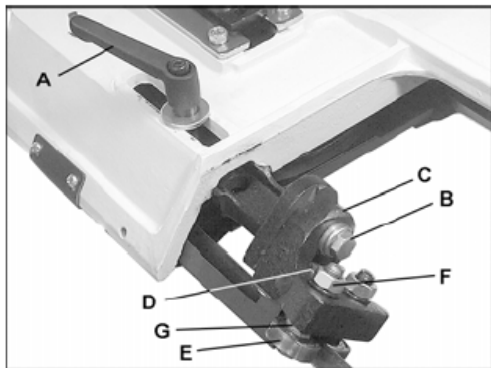

Рис.9
Открутите винт (В, *Рис.9*) и отрегулируйте блок (С) с опорным подшипником (D) на расстоянии приблизительно 0,1 мм от полотна пилы.